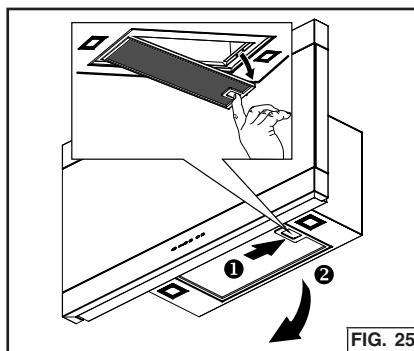

FIG. 25
- Pour retirer le filtre à GRAISSE, enfoncez la languette de blocage pour dégager le filtre de la hotte. Inclinez le filtre vers le bas et retirez-le. Fig. 25.
- Pour installer le filtre à GRAISSE, alignez les languettes arrière du filtre avec les fentes de la hotte. Poussez sur la languette de blocage et enfoncez le filtre à sa position, puis relâchez. Au terme de l'installation, assurez-vous que le filtre est bien engagé. Fig. 25.
- Retirez le filtre à graisse. Fig. 25.